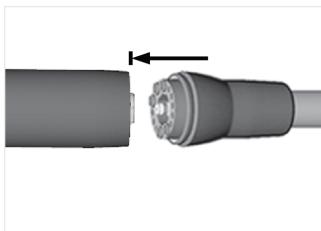

FIG. 2
2. Conecte el motor al tubo flexible patentado (con conector tipo MX2) como se muestra en FIG. 2.